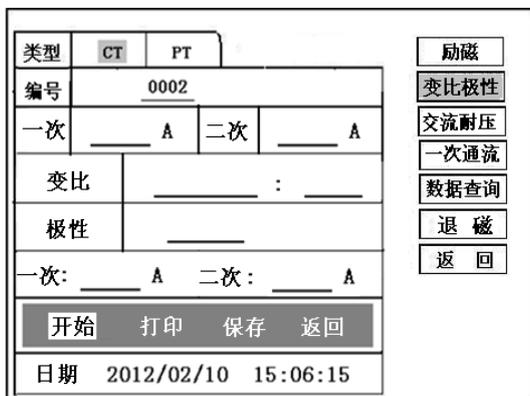
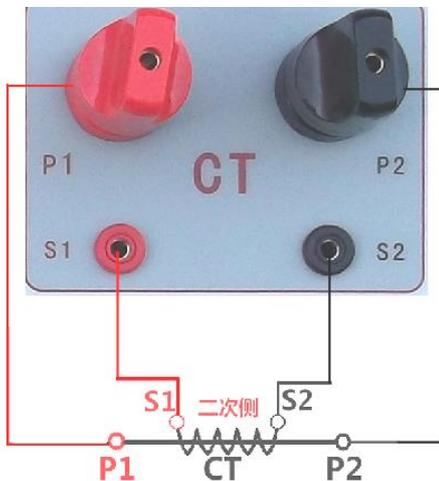

图 12, CT 变比极性测试界面
图 13, CT 变比极性接线图
1) 参数设置: 测试界面见图 12。
按照图 13 进行接线, CT 一次侧接 P1、P2, CT 二次侧接 S1、S2。进入 CT “变比极性”测试界面, 如图 12。设置完成后, 合上“功率开关”, 移动光标至“开始”选项, 按下控制器, 试验即开始。